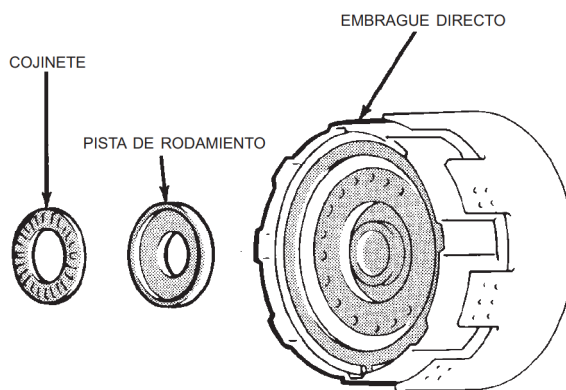

Fig. 106 Desmontaje del cojinete y pista de rodamiento de la maza de embrague
(38) Retire el cojinete de empuje y pista de rodamiento de la maza del embrague (Fig. 106).